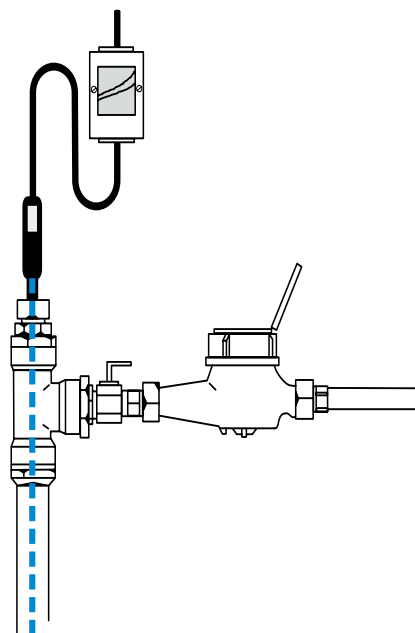

Fig. 10
3. Kablet installeres indvendigt i røret, se fig. 10. Specialrørfittingen (3/4" + 1", 10 bar ved 23 °C) er nødvendig ved tilslutning af varmekablet til røret, se fig. 11.